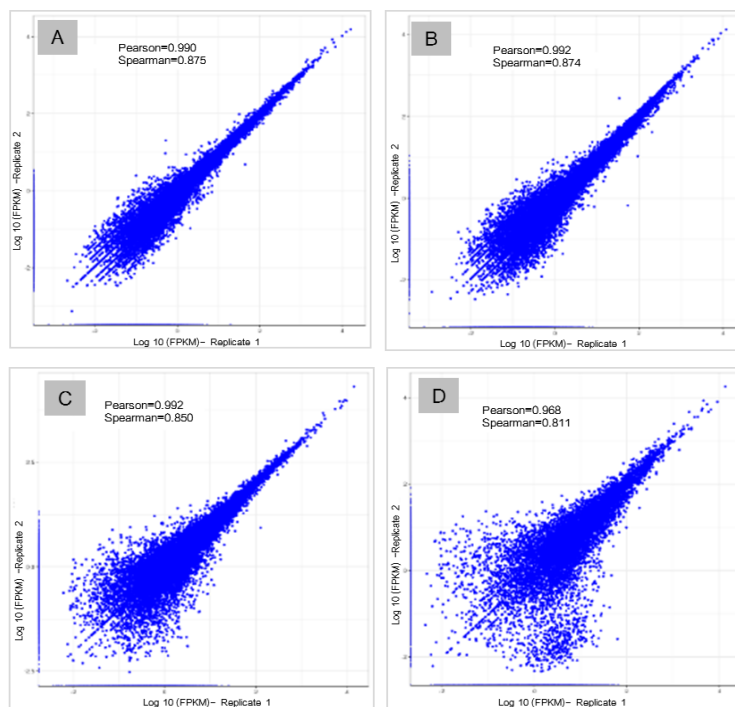

图 4. 基因表达重复性分析
3. 以 1 ~ 1000 个 293T Cell 为模板，用本产品进行反转录及 PCR 扩增，然后以 PCR 产物构建 DNA 文库，使用 Illumina NovaSeq 6000 系统测序，做两次重复实验，两次结果的基因表达相关性很高，实验重复性好（图 4：A 为 1000 cells、B 为 100 cells、C 为 10 cells、D 为 1 cell）。